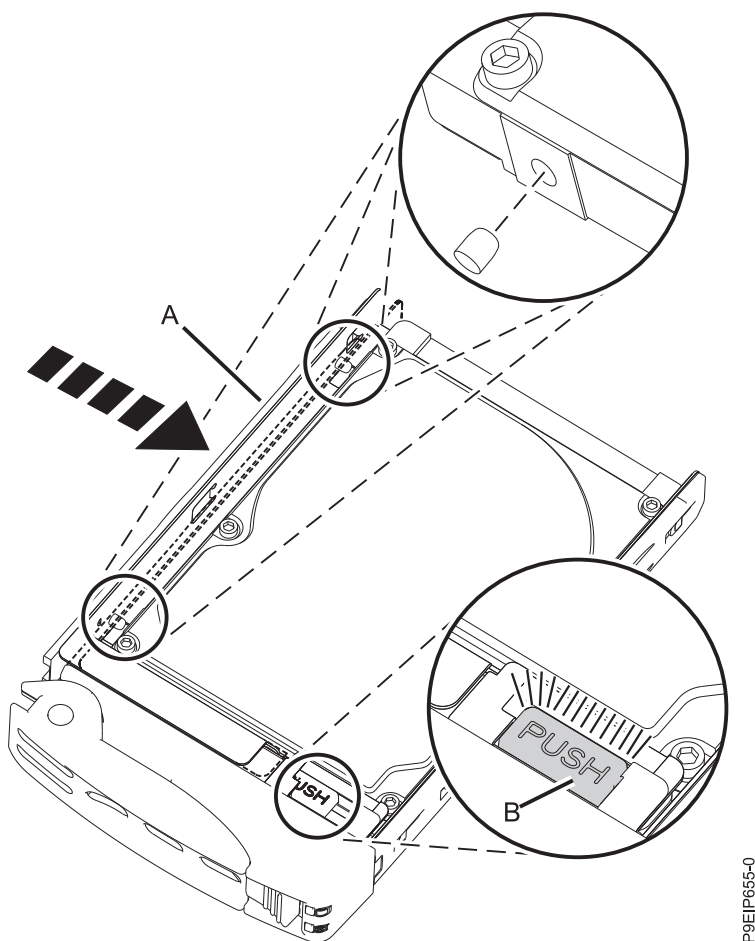

Figure 18. Fermeture du tiroir d'unité arrière
5. Tout en vérifiant les broches d'alignement, appuyez sur les côtés **(A)** du tiroir jusqu'à ce que le bouton **(B)** s'enclenche, comme illustré dans la figure 18, à la page 20.